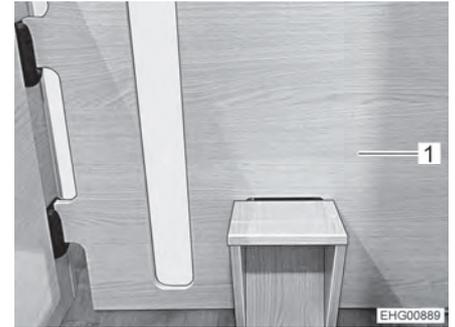

Bild 42 Zwischenwand mit Tritt-Element
- Tritt-Element (Bild 41,2) in den unteren Ausschnitt (Bild 41,1) der Zwischenwand (Bild 42,1) einhängen.
- Zwischenwand (Bild 42,1) zwischen den Längsheckbetten einsetzen. Dazu die Zwischenwand in zweiter Position (von der Küchenzeile aus gesehen) einhängen.